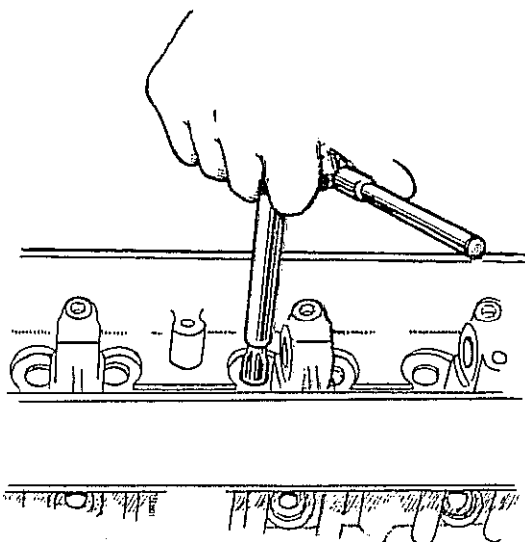

Fig. 52
- e) Si fuese necesario, escariar el interior de las guías (Fig. 52), hasta obtener un juego entre estas y los vástagos de válvulas de: